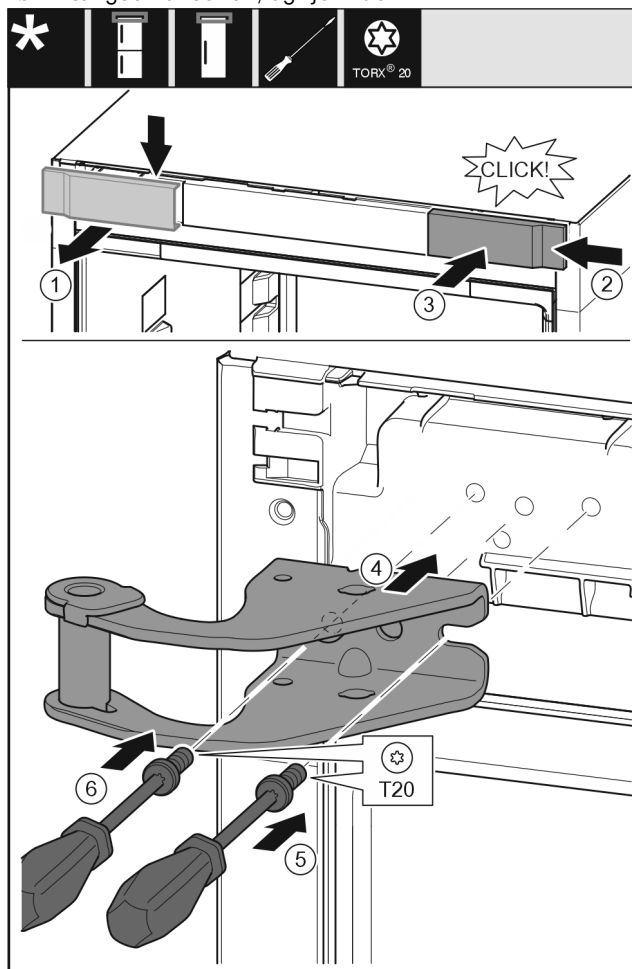

Fig. 9
- Tag afdækningen af opefter. Fig. 9 (1)
- Drej afdækningen 180°, og anbring på plads i den anden side fra højre. Fig. 9 (2)
- Sørg for, at afdækningen går i indgreb. Fig. 9 (3)
- Anbring den øverste hængselkonsol. Fig. 9 (4)
- Sæt skruen i med skruetrækkeren T20, og stram den. Fig. 9 (5)
- Sæt skruen i med skruetrækkeren T20, og stram den. Fig. 9 (6)